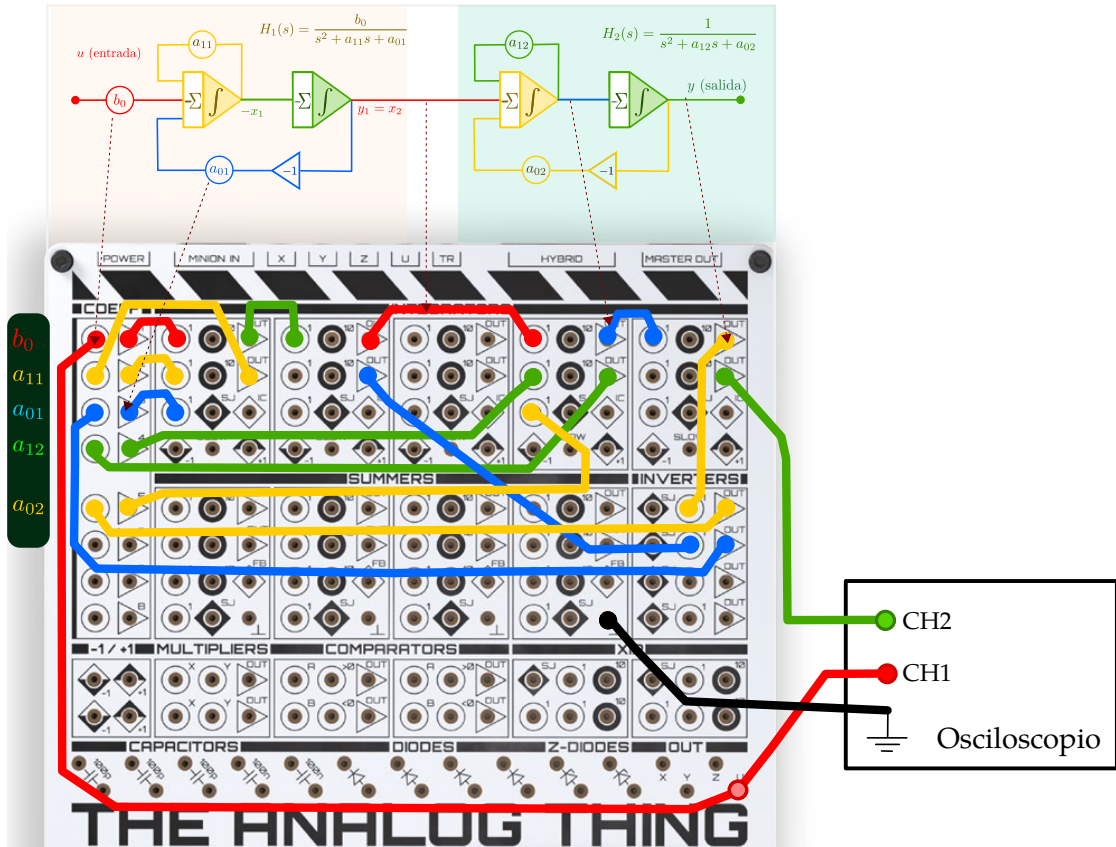

Figura 14: Implementación del filtro en el THAT .
- c) Identifique claramente cada uno de los componentes del diagrama de la figura 14.
- d) Implementar cuidadosamente el diagrama de computador analógico de la figura 14. Note que no es necesario (ni deseable) conectar la tierra del canal 2.